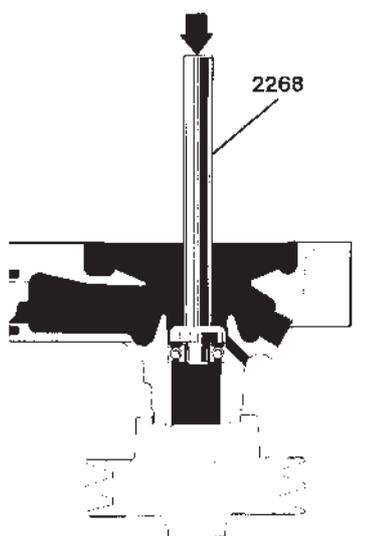

Fig. 201. Montage du roulement arrière dans le corps de pompe
11. Placer la pompe sur un appui comme le montre la figure 201. Enfoncer le roulement dans le corps de pompe à l'aide de l'outil 2268.